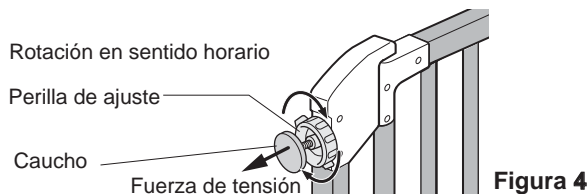

Figura 4
② Determine el sentido elegido para la apertura de la puerta. Coloque el producto contra la pared en ángulo recto, como se muestra en la Figura 3a. Apriete la perilla de ajuste superior hasta que la parte de caucho de la perilla de ajuste toque la superficie de la pared, como se muestra en la Figura 4.